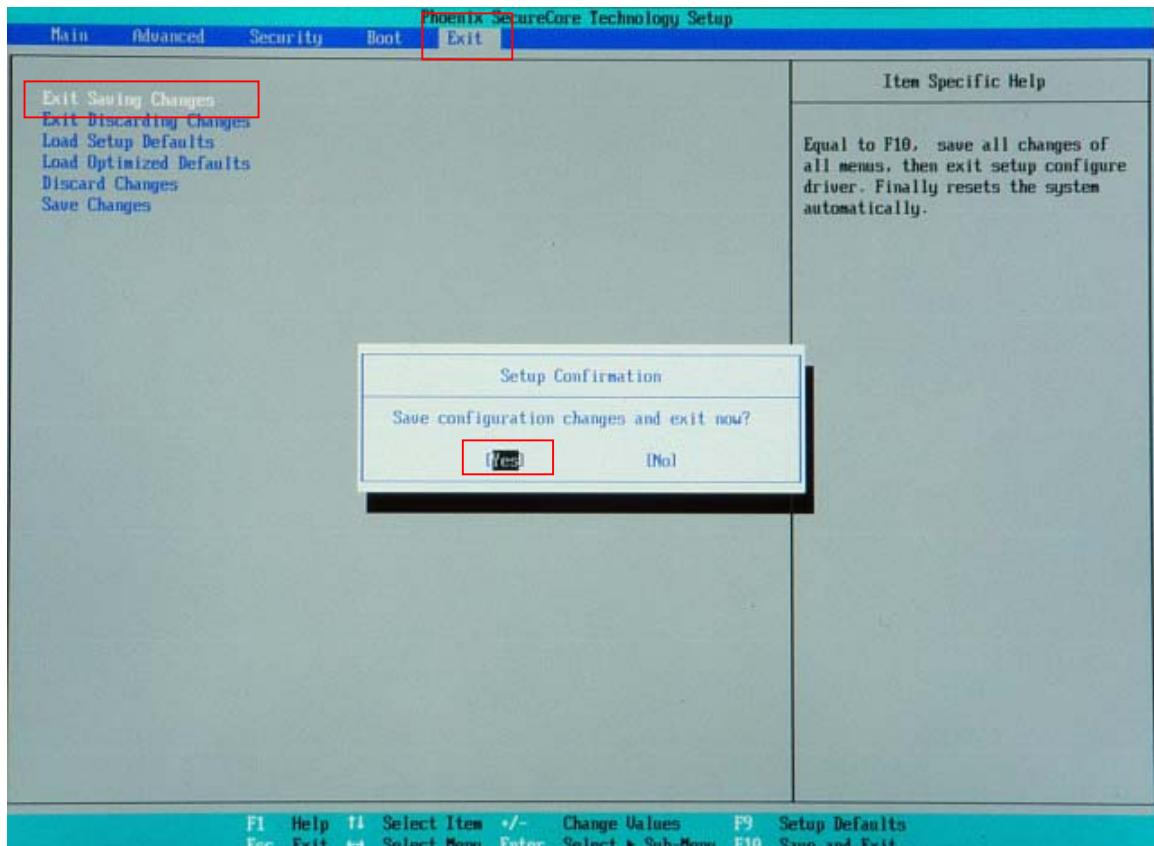

図 6-1-4. BIOS 設定 保存と終了
- ⑩ [Exit]メニューを選択します。(図 6-1-4)
⑪ [Exit Saving Changes]を実行し、設定を保存して終了します。